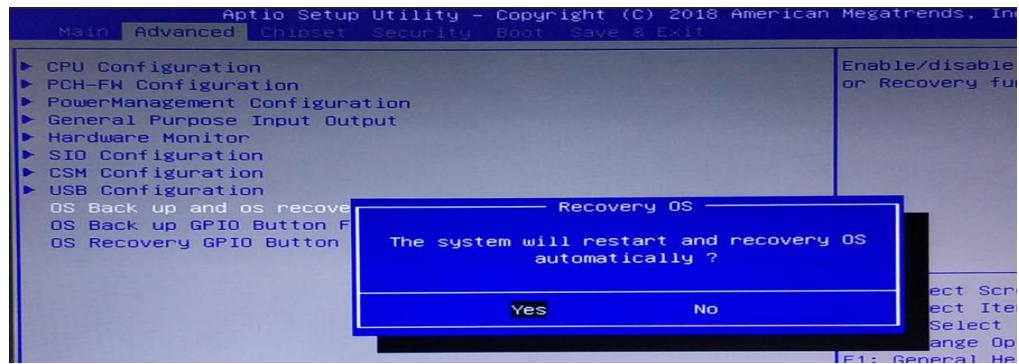

图 5 按 F4 还原界面
(3) 按下键盘左上角的 F3 按键，界面会出现提示：系统将会重启，同时开始自动还原系统 (如图 5 所示)，使用键盘选中[YES]，进入到还原界面开始还原，还原完成后会自动重启系统。